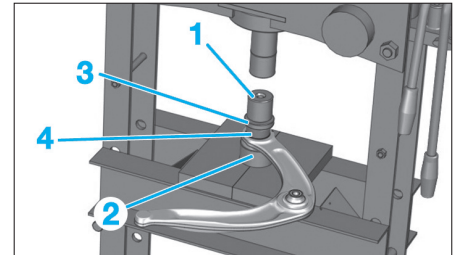

Fig. 19
- Positionner l'articulation élastique (4) entre la presse et le bras inférieur et intercaler, une cloche d'appui (1) une butée de montage (3) et un tampon de montage (2) adapté (Fig.19).